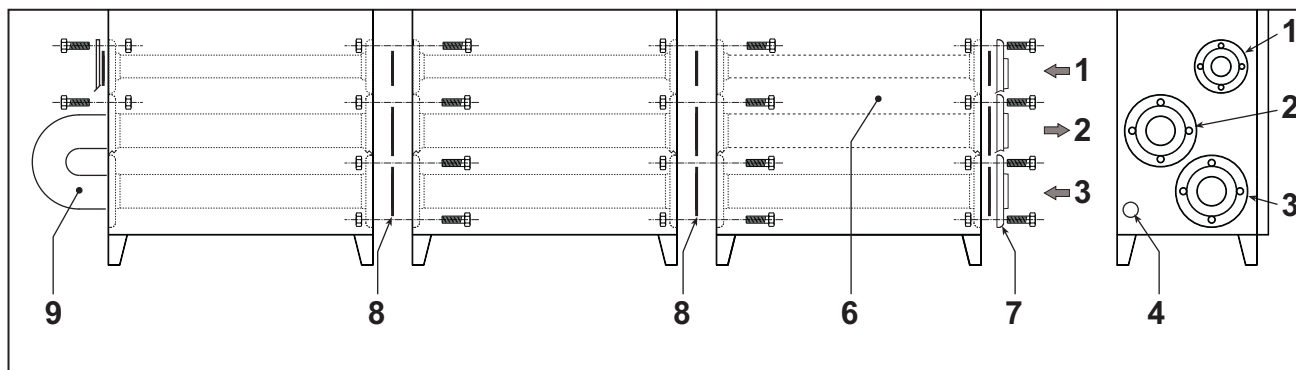

abb. 18
- Am letzten Modul den Vorlauf mit dem Rücklauf verbinden (siehe abb. 18).